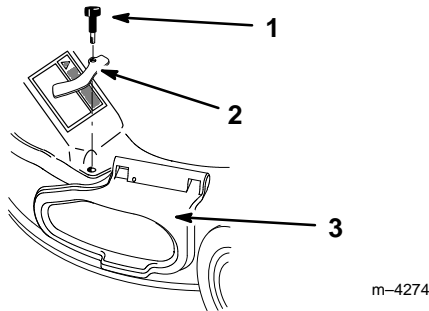

Figure 35
- Fixer le coin avant droit du conduit d'éjection et le couvercle latéral à l'aide de la bride de blocage déposée précédemment et du bouton à longue tige fourni avec le sac de ramassage (Fig. 35).